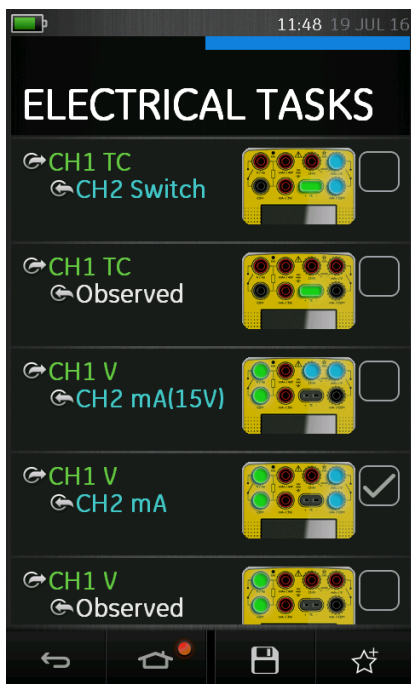

Рис. 2-3. Выбранная задача
3. Функции можно копировать в раздел FAVOURITES (Избранное) (см. раздел 2.2.3), поставив галочку, как показано на рис. 2-3 и выбрав команду Copy Task (Копировать задачу). ☆⁺